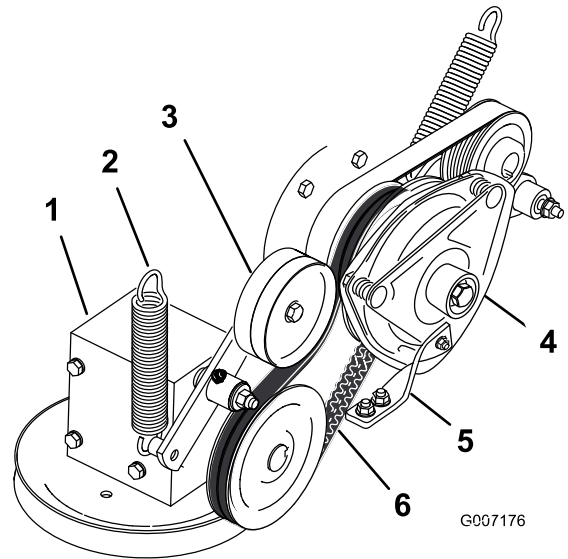

Figura 70
4. Retire el muelle del brazo de la polea tensora (Figura 70).
7. Instale la correa de transmisión de la TDF alrededor de la polea del embrague y la polea de la caja de engranajes (Figura 70).
9. Instale el muelle en el brazo tensor (Figura 70).